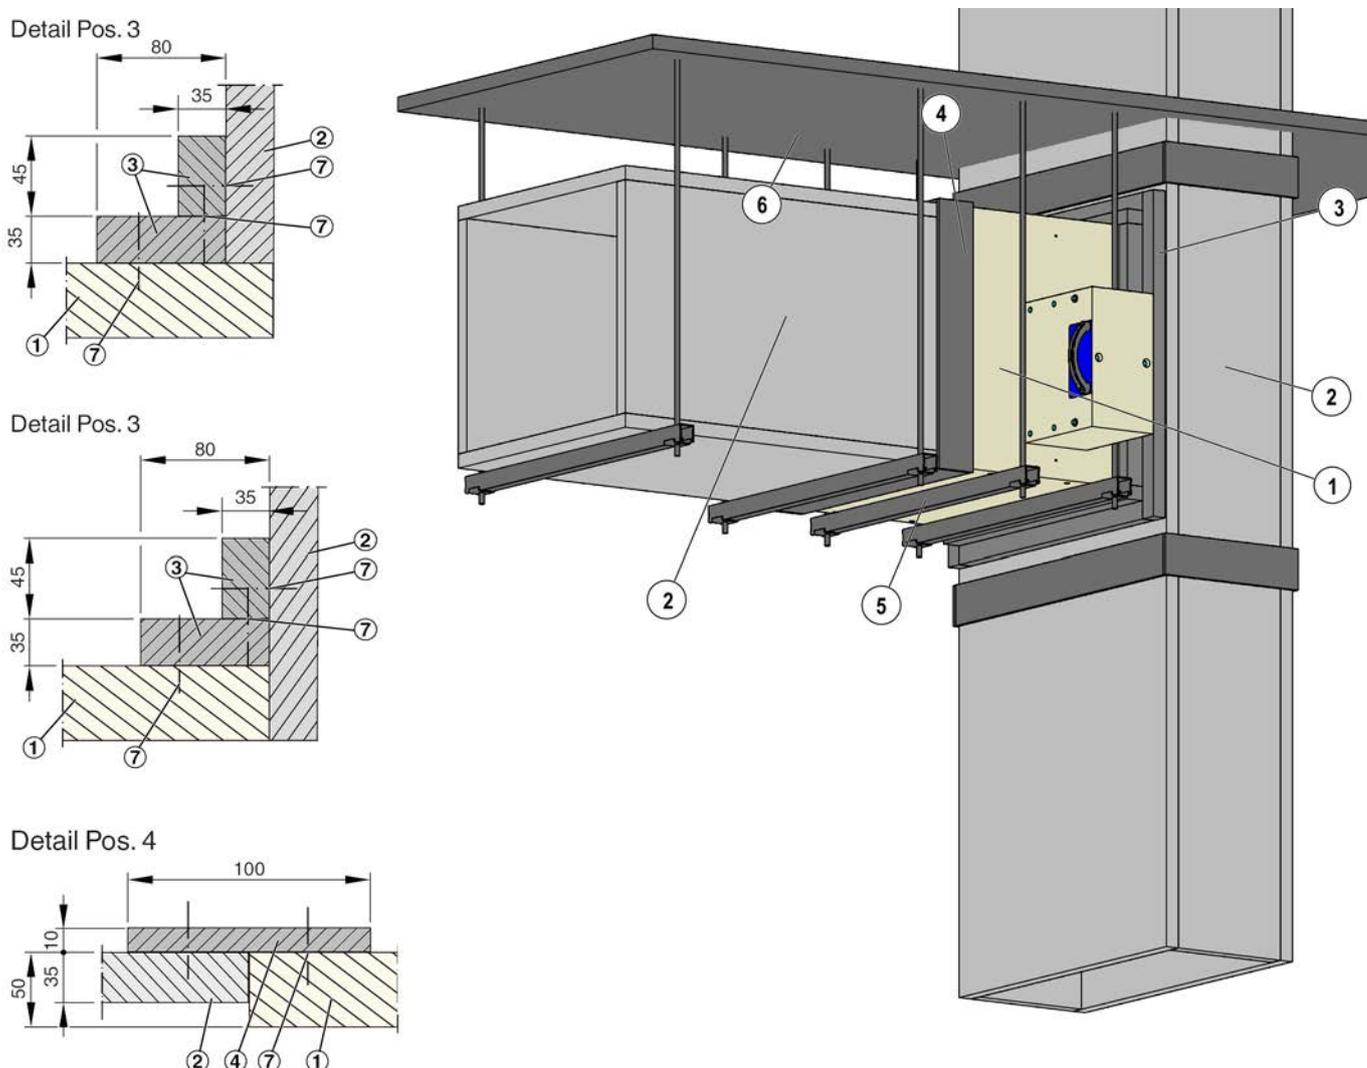

Fig. 19: Montage menant des gaines d'extraction de fumée verticales résistantes au feu, indice de classement : V_{ed}
- 2. ▶ Raccorder la gaine d'extraction de fumée résistante au feu au volet de désenfumage en plaçant une cornière (Voir la Fig. 19 /3) entre la gaine et le volet. Appliquer de la colle aux cornières au niveau des joints, sur la gaine d'extraction de fumée et le volet de désenfumage, puis relier les sections avec des agrafes en acier, distance $\leq 150 \text{ mm}$.